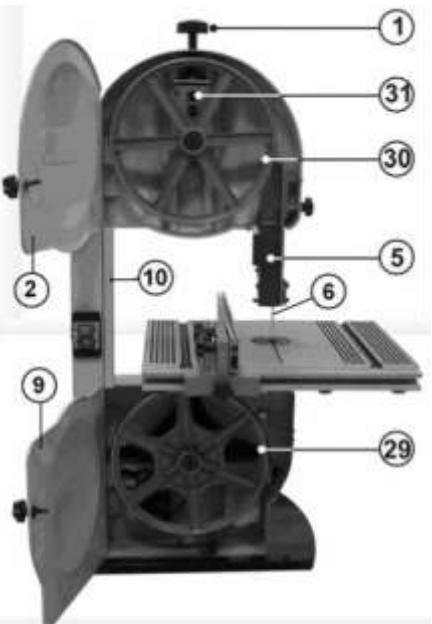
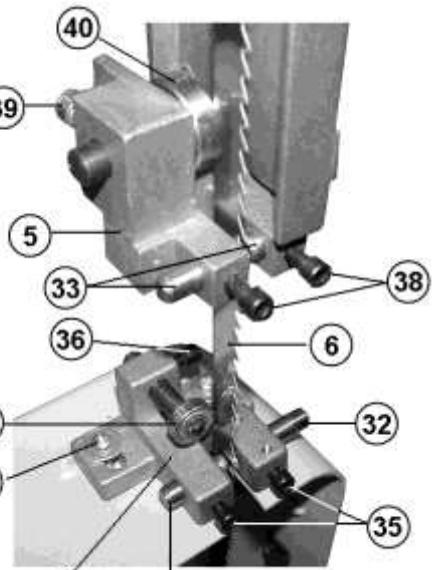
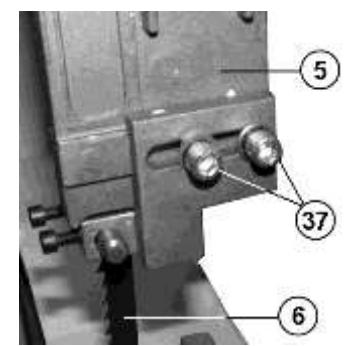

Рис. 4
Рис. 5
Рис. 6
13.1.3. Опустите ручкой (1) ползун (31) с закрепленным на нем верхним колесом (30), Рис.6.
13.1.4. Аккуратно возьмите кольцо пильной ленты (6) зубьями «на себя» (необходимо это делать в перчатках), введите пильную ленту (6) в прорезь несущей колонны (10), накиньте пильную ленту (6) на верхнее направляющее колесо (30), Рис.6, пропустите её между стабилизирующими подшипниками (33) и (34) и ограничителями (32), Рис. 5, Рис. 6. Пильная лента (6) должна охватить ведущее колесо (29) снизу, Рис.6.
13.1.5. Рукояткой (1) поднимите верхнее колесо (30), обеспечивая легкое натяжение пильной ленты (6), Рис.6.
**13.2. Контроль подшипников (Рис.5, Рис. 8).** При всякой смене пильной ленты (6) необходимо оценивать работоспособность подшипников (33,34). На поверхности внешней обоймы от пильной ленты (6) может прорезаться канавка. Подшипник (33,34) должны иметь легкий ход, без посторонних шумов, звука. Закрытые подшипники не смазываются – заменяются. Ставить открытые подшипники не рекомендуется.
#### 13.3. Уход за поверхностью колес (Рис. 6).
- Удаляйте опилки и пыль во внутренней части пилы со всех элементов конструкции и с колес (29) и (30).
- Очищайте смолу, накапливающуюся на рабочем столе (16), Рис.3, направляющей (5), Рис.2, и подшипниках (33,34), Рис.5, Рис.8. (Не используйте растворители).
- С помощью жесткой щетки удаляйте смолу и опилки с колес (29) и (30), Рис.6. Не применяйте растворители.
#### 11.2. Позиционирование пильной ленты (Рис. 4, Рис. 5, Рис. 6)
11.2.5. При настройке с использованием пильной ленты (6) разной ширины необходимо:
- ослабить винты фиксации (37) установить и надёжно закрепить верхнюю направляющую (5) в необходимом положении, Рис.6;
- ослабить винты фиксации (41) установить и надёжно закрепить нижнюю направляющую (42) в необходимом положении.
Электродвигатель (22) осуществляет привод пильной ленты (6), Рис.2, Рис.3, через двухступенчатый шкив редуктора и ременную передачу на нижнее колесо (29), Рис.4. Если в процессе работы:
11.3.1. Отключите пилу от источника электрического тока. Откройте нижний защитный кожух (9), Рис.2; за спицами приводного колеса (29), Рис.4, должен быть виден ремень. Его натяжение, состояние «ручейков» рабочей поверхности необходимо контролировать.
- снимите фиксирующую шайбу с оси приводного колеса (29), Рис.4;
- Снимите колесо (29), Рис.4. (Если состояние ремня удовлетворительное, вам требуется просто увеличить его натяжение, вращая винт (20), Рис.3, по часовой стрелке).
11.3.5. Зафиксируйте колесо (29), Рис.4, на оси стопорной шайбой.
11.3.6. Установите требуемое натяжение ремня вращением винта (20), Рис.3. Проверните колеса привода (29) (30), Рис.4, вручную, обращая внимание на стабильность и посадку пильной ленты (6) на колесах (29) (30). Закройте защитные кожухи (2) и (9), включите пилу на 2 минуты без нагрузки. После остановки пильной ленты (6) еще раз проверьте ее положение на колесах (29) (30), Рис.4.
#### 11.4. Траектория движения пильной ленты, (Рис.6 - 8).
11.4.2. Каждое из этих колес имеет возможность некоторой регулировки плоскости вращения. Плоскость вращения нижнего ведущего колеса (29), Рис.6, задается винтами (19), Рис. 3. Верхнее направляющее колесо (30) крепится на коленчатом ползуна (31) с возможностью перемещения по высоте (для регулировки натяжения пильной ленты (6)) за счет резьбовой тяги через ручку (1), Рис.6; плоскость его вращения регулируется винтом (14), Рис.3.